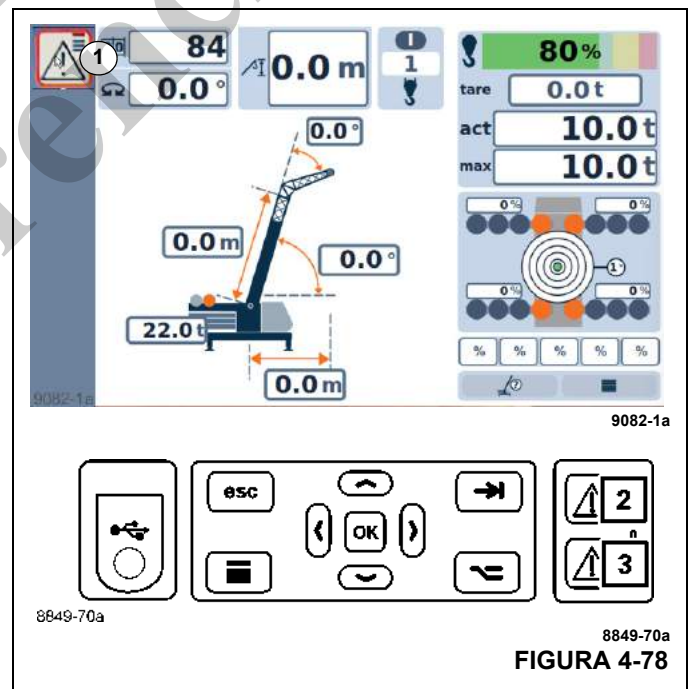

FIGURA 4-78
- El símbolo (1, Figura 4-78) se muestra en la zona de visualización.
- Las luces (2) y (3) se encienden.